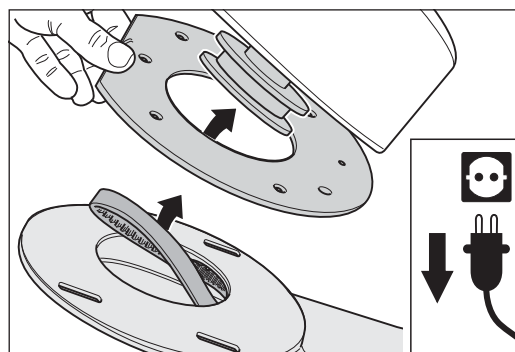

Abb. 76 Bei der Montage des Ventilatorgehäuses die korrekte Lage des Zwischenblechs beachten!
- 2 Beachten Sie bei der Montage des Vorsatzes die korrekte Lage des Zwischenblechs zwischen Ventilatorgehäuse und Vorsatz (Abb. 76)!